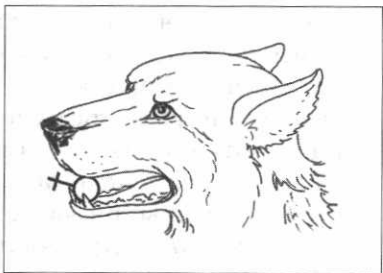

Рис. 26. Сурьма — волк металлов
**Сурьма** была известна уже в античной древности, и ее природное соединение (сурьмяный блеск) применялось в косметике для чернения бровей и ресниц. У алхимиков сурьма использовалась для растворения металлов. Поражающее алхимиков свойство сурьмы растворять («пожирать») металлы, в том числе и золото, предопределило ее название «волк металлов». Алхимическим символом сурьмы был волк с раскрытой пастью, заглатывающий золото (рис. 26).